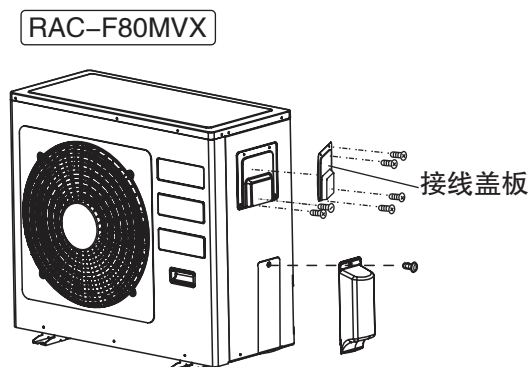

图14-1
- 取下边盖固定螺钉，取下边盖；将截止阀的纳嘴与密封帽拆开。(如图14-1)